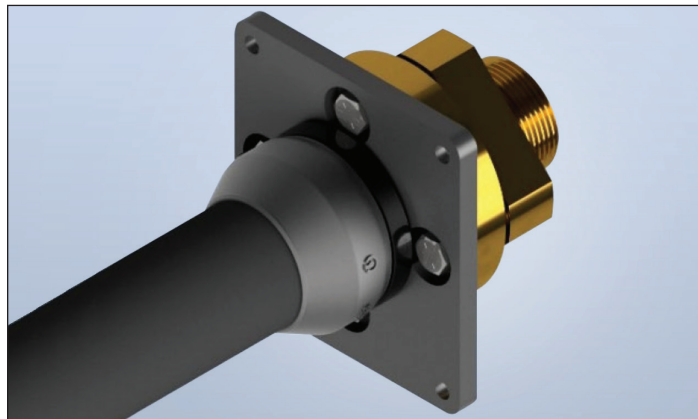

Figure 1-8
10. D'un mouvement rapide, tirez le manchon de protection vers l'avant. Le manchon de protection sera ainsi dégagé sur la gaine extérieure. Remontez l'ensemble de manchon de protection dans la bride arrière et serrez-le à la main (figure 1-8). Une fois le manchon de protection installé, aucune partie en acier inoxydable ne sera exposée.